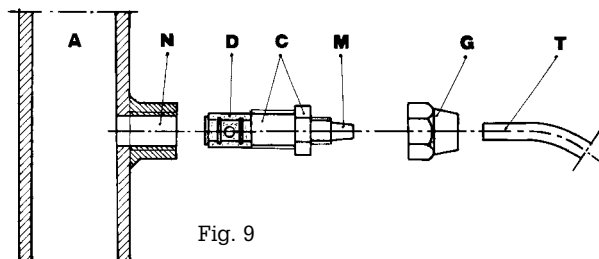

Fig. 9
- g. - Applicare sulla condotta dell'impianto da trattare, nel punto più idoneo per effettuare l'iniezione del prodotto da dosare, un raccordo da 3/8" gas femmina. Tale raccordo è escluso dalla fornitura. Avvitare la valvola di iniezione nel raccordo utilizzando come guarnizione del Teflon Fig. 9. Connettere il tubetto all'attacco conico della valvola d'iniezione e bloccarlo con l'apposita ghiera G. La valvola di iniezione è anche valvola di non ritorno.
DI INIEZIONE Fig. 9